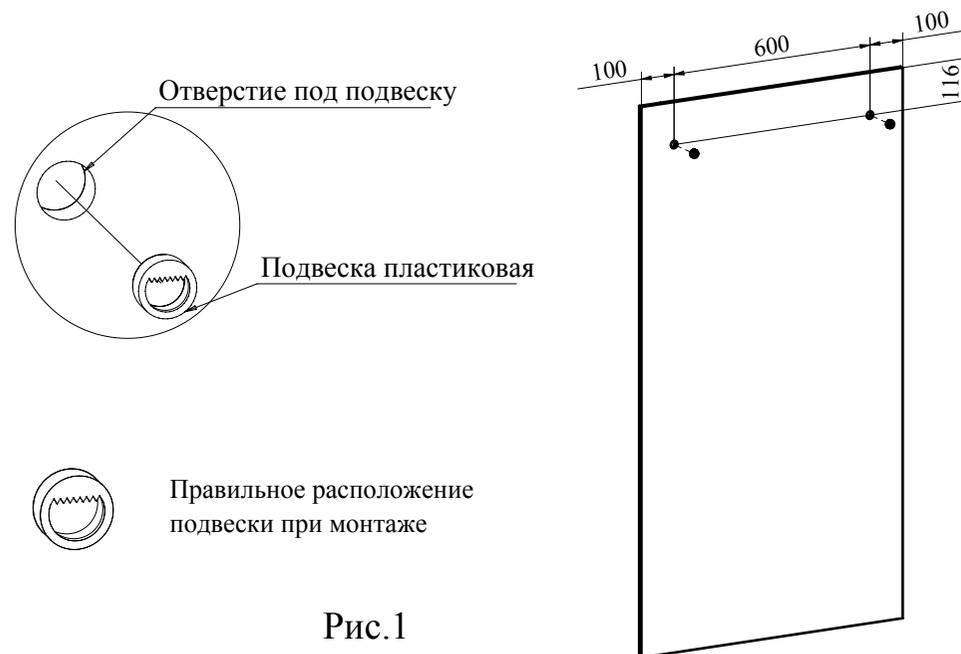

Рис.1
1. Установите подвески пластиковые (Рис. 1).
**Важно:** установите подвеску пластиковую таким образом, чтобы площадка с зубчатой опорой была строго вверху (Рис. 1). Такое расположение подвески обеспечит легкое выполнение монтажа изделия на стене и его регулировки.